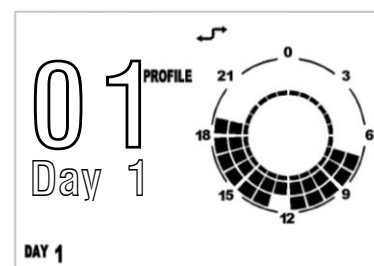

Рисунок 7 – Дневной профиль
5. На дисплее вверху справа выйдет надпись **PROFILE** и мигающий номер выбранного профиля (Рисунок 7).